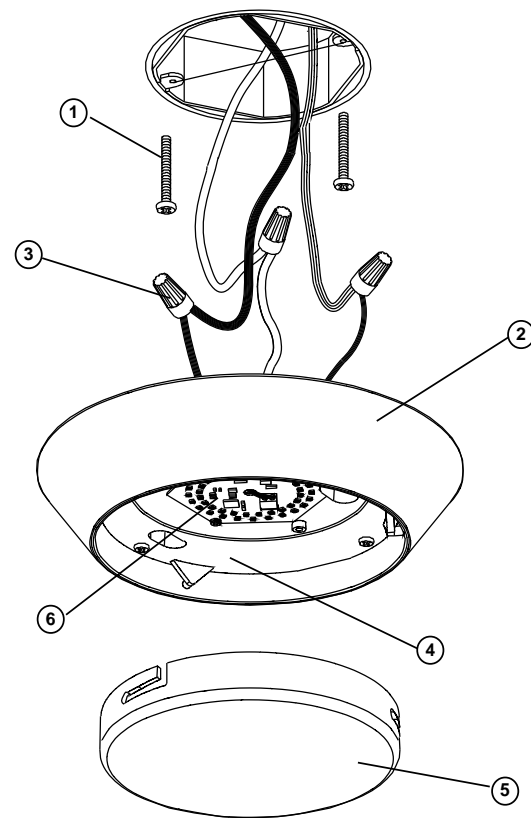

Figure 1
- Retirer le diffuseur (5) de l'appareil, peut exiger légère torsion à retirez-le. Placez le côté.
- Remarque: Ne retirez pas la barrière optique (4) de fixation.
- L'alimentation électrique coupée, **visser deux vis (1)** dans la boîte de jonction (*note : les vis doivent être éloignées l'une de l'autre à la même distance que les fentes en trou de serrure à l'arrière du bloc boîtier*).
- Tenir solidement le bloc boîtier (2) et connecter le fil vert de mise à la terre de l'appareil au fil de cuivre nu de mise à la terre de la boîte de jonction à l'aide d'un capuchon de connexion (3). (*Si le câblage d'alimentation ne comprend pas de fil de mise à la terre, consulter votre code d'électricité local et vérifier la méthode d'installation conforme*).
- Utiliser les serre-fils pour connecter le fil noir de l'appareil au fil noir d'alimentation et le fil blanc (neutre) de l'appareil au fil blanc d'alimentation. Voir la figure 1.
- Soulever le diffuseur (5) jusqu'au boîtier d'assemblage en alignant les fentes situées sur le diffuseur ainsi que les
languettes de la lentille barrière (4). Tourner le diffuseur (5) dans le sens horaire jusqu'à ce que celui-ci soit sécurisé. Voir la figure 1
- Ne pas utiliser cet appareil d'éclairage sans que la lentille barrière (4) soit installée.
4. Hold the fixture Fixture Housing (2) firmly and connect the green ground wire from the fixture to the bare copper ground wire from the junction box using a Wirenut (3). (If house wiring does not include a ground wire, consult your local electrical code for approved grounding methods).
5. Use Wirenuts (3) to connect the black fixture wire to the black power supply wire and the white (neutral) fixture wire to the white power supply wire. See Fig 1.
6. Hold Fixture Housing (2) in one hand and with the other hand position wires up into junction box.
7. Align keyholes on back of Fixture Housing with screws previously installed in junction box. Lift fixture up, rotate clockwise and tighten screws to secure Housing Assembly against ceiling. See Fig 1.
8. Lift Diffuser (5) up to housing assembly aligning slots on diffuser with tabs on barrier lens (4). Twist diffuser (5) clockwise until secure. See Fig 1.
**WARNING: RISK OF SHOCK- Do not operate fixture without Barrier Lens (4) installed.**
4. Sostenga el ensamblaje de la Carcasa del luminario (2) firmemente y conecte el alambre verde de conexión a tierra del luminario al alambre de cobre descubierto de conexión a tierra de la caja de ensambladura usando una Tuerca de Alambre (3). (Si el alambreado de la casa no incluye un alambre de conexión a tierra, consulte su código eléctrico local para métodos aprobados de hacer tierra).
5. Use Capuchones de Alambres para conectar el alambre negro de la luminaria al alambre negro suplidor de electricidad y el alambre blanco (neutral) de la luminaria al alambre blanco suplidor de electricidad. Vea Fig. 1.
8. Levante el difusor (5) hasta la altura del conjunto de la carcasa y alinee las ranuras del difusor con las lengüetas en las lentes de barrera (4). Gire el difusor (5) a la derecha hasta que quede fijo. Vea Fig. 1
**ADVERTENCIA: RIESGO DE ELECTROCHOQUE.** No utilice el dispositivo si las lentes de barrera (4) no están instaladas.